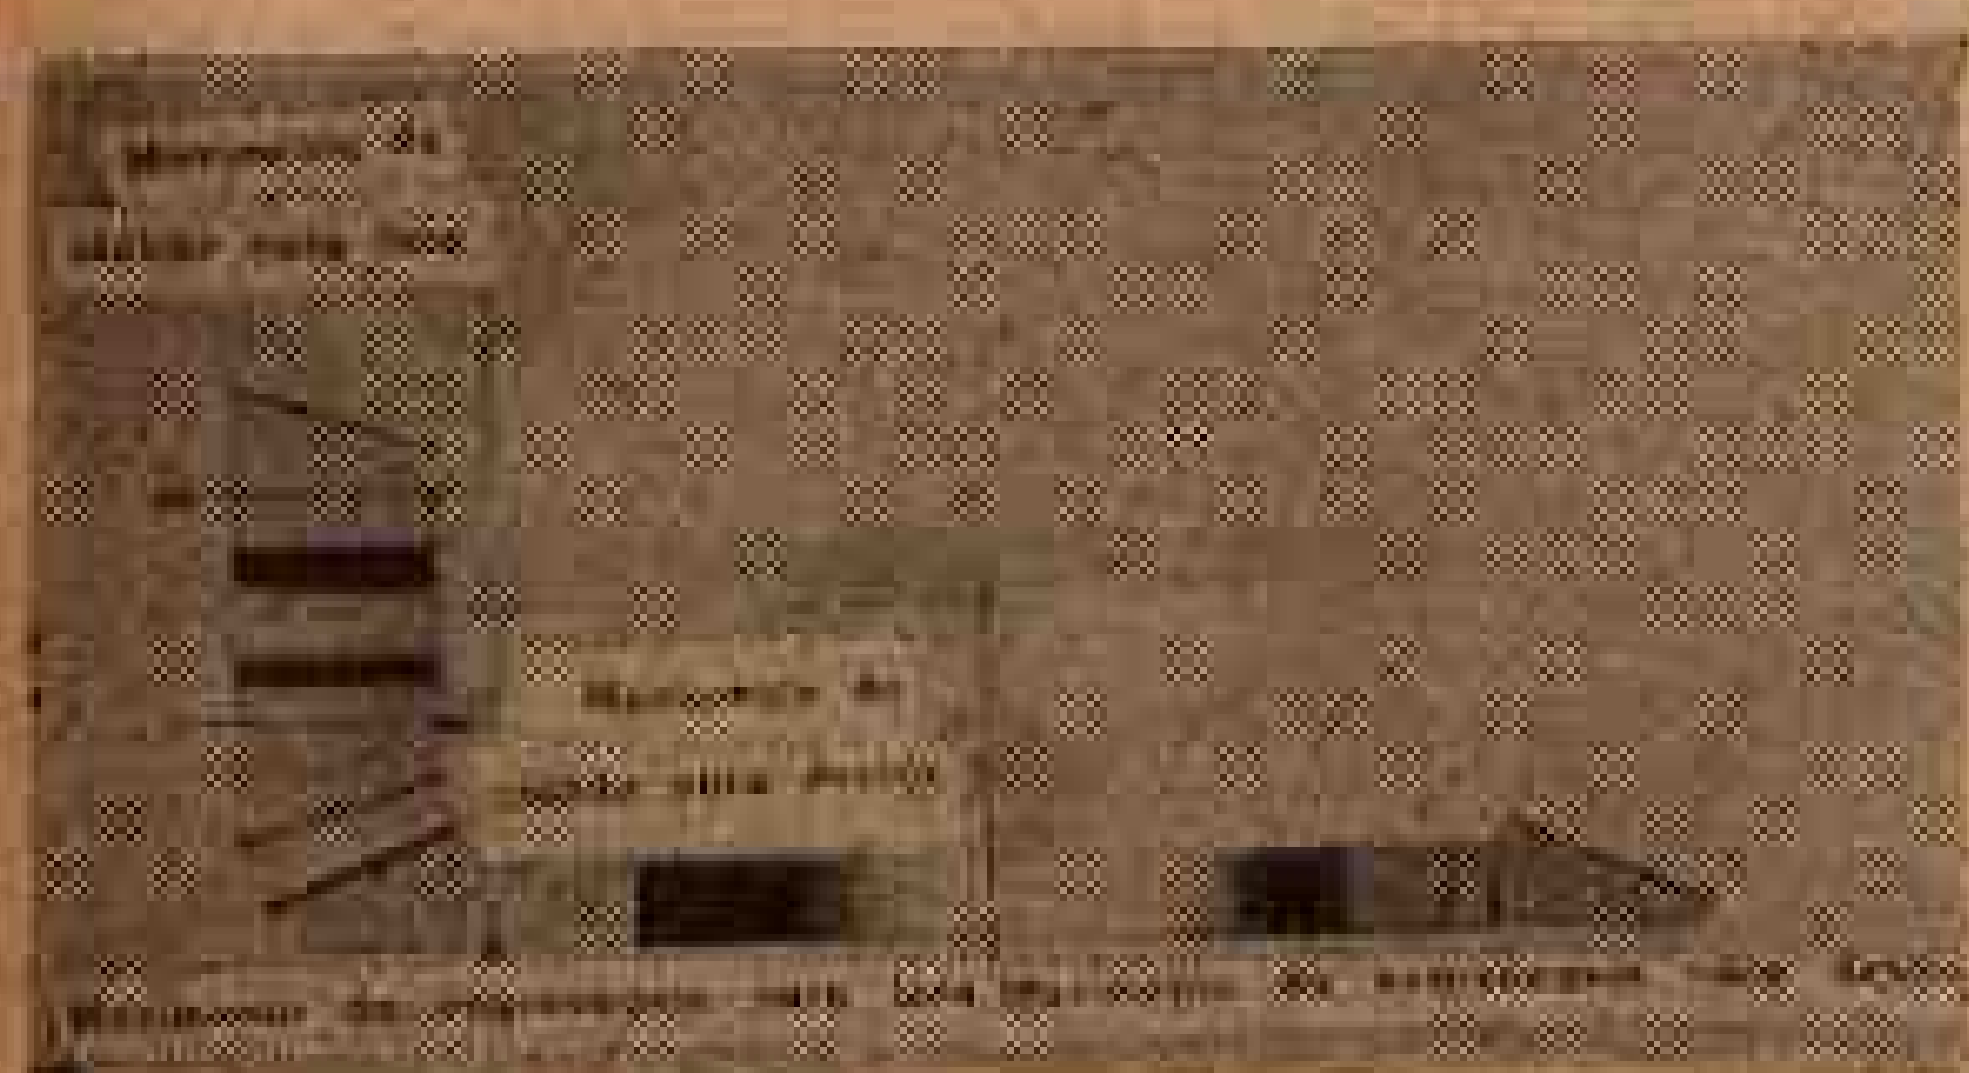

Fig. 454 — Ajustamento do pinhão e da coroa para assegurar o contacto perfeito dos dentes
f) Ajustamento dos mancais do diferencial — O pinhão e a coroa precisam ser ajustados de forma tal que seus dentes engrenem na proporção correta uns com os outros. O engrenamento impróprio ocasiona ruídos e rápido desgaste dos dentes. Tanto o pinhão como a coroa podem ser movimentados para permitir o ajustamento correto. A fig. 454 mostra a maneira pela qual estas peças devem ser movidas para dentro ou para fora, para obter a correlação adequa-